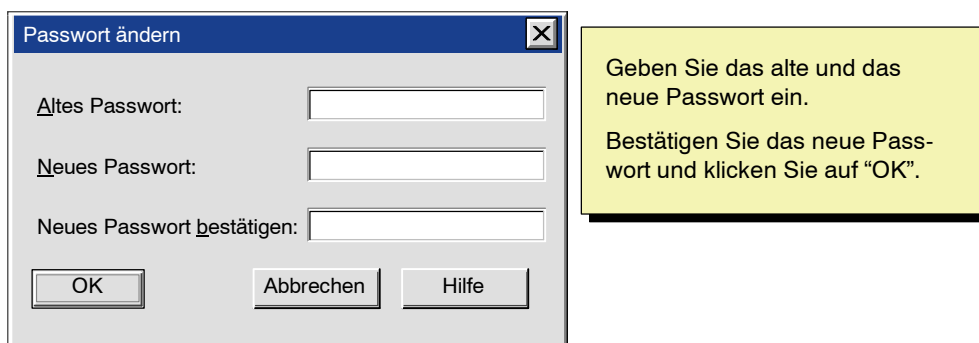

Bild 4-22 Ändern des Passworts für WinLC RTX
4. Geben Sie folgende Angaben im Dialogfeld "Passwort ändern" ein (siehe Bild 4-22):